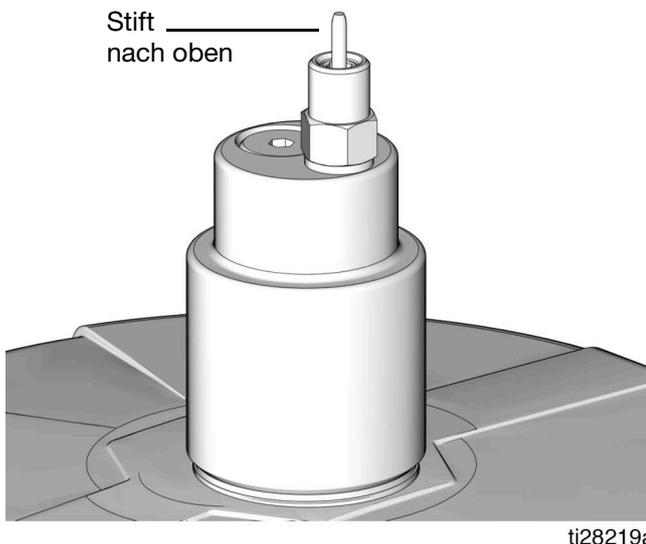

ABB. 23
3. Die gelbe Staubabdeckung von der Füllkupplung (M) abnehmen.
4. Die Versorgungsleitung (J) zwischen der Pumpe (F) der Fernfüllstation und der mit einem „I“ gekennzeichneten Anschlussöffnung der Füllkupplung anschließen.
5. Die Pumpe (F) der Fernfüllstation einschalten.
6. Wenn der G3-Behälter (D) gefüllt ist:
- die Pumpe (F) der Fernfüllstation setzt aus (geschlossenes System)
- der Stift des automatischen Befüllstopps (B) springt nach oben wie in ABB. 23,
- das Manometer (R) steigt auf den eingestellten Druck der Befüllpumpe an.